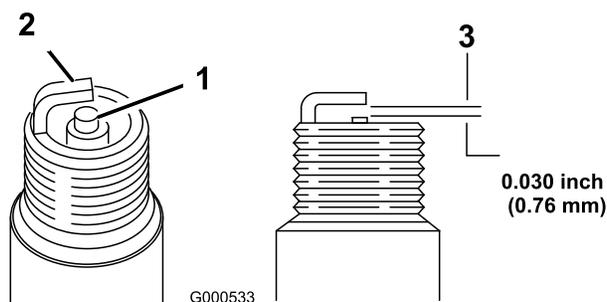

Figure 38
5. Réglez l'écartement des électrodes à 0,76 mm (Figure 38).